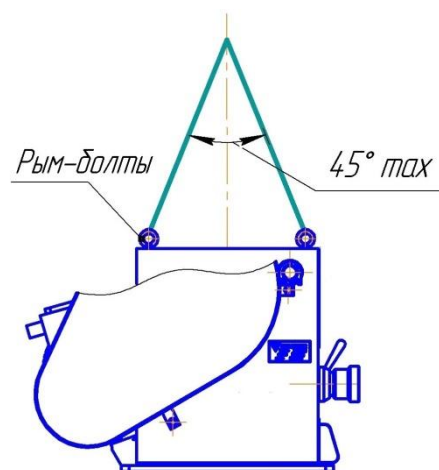
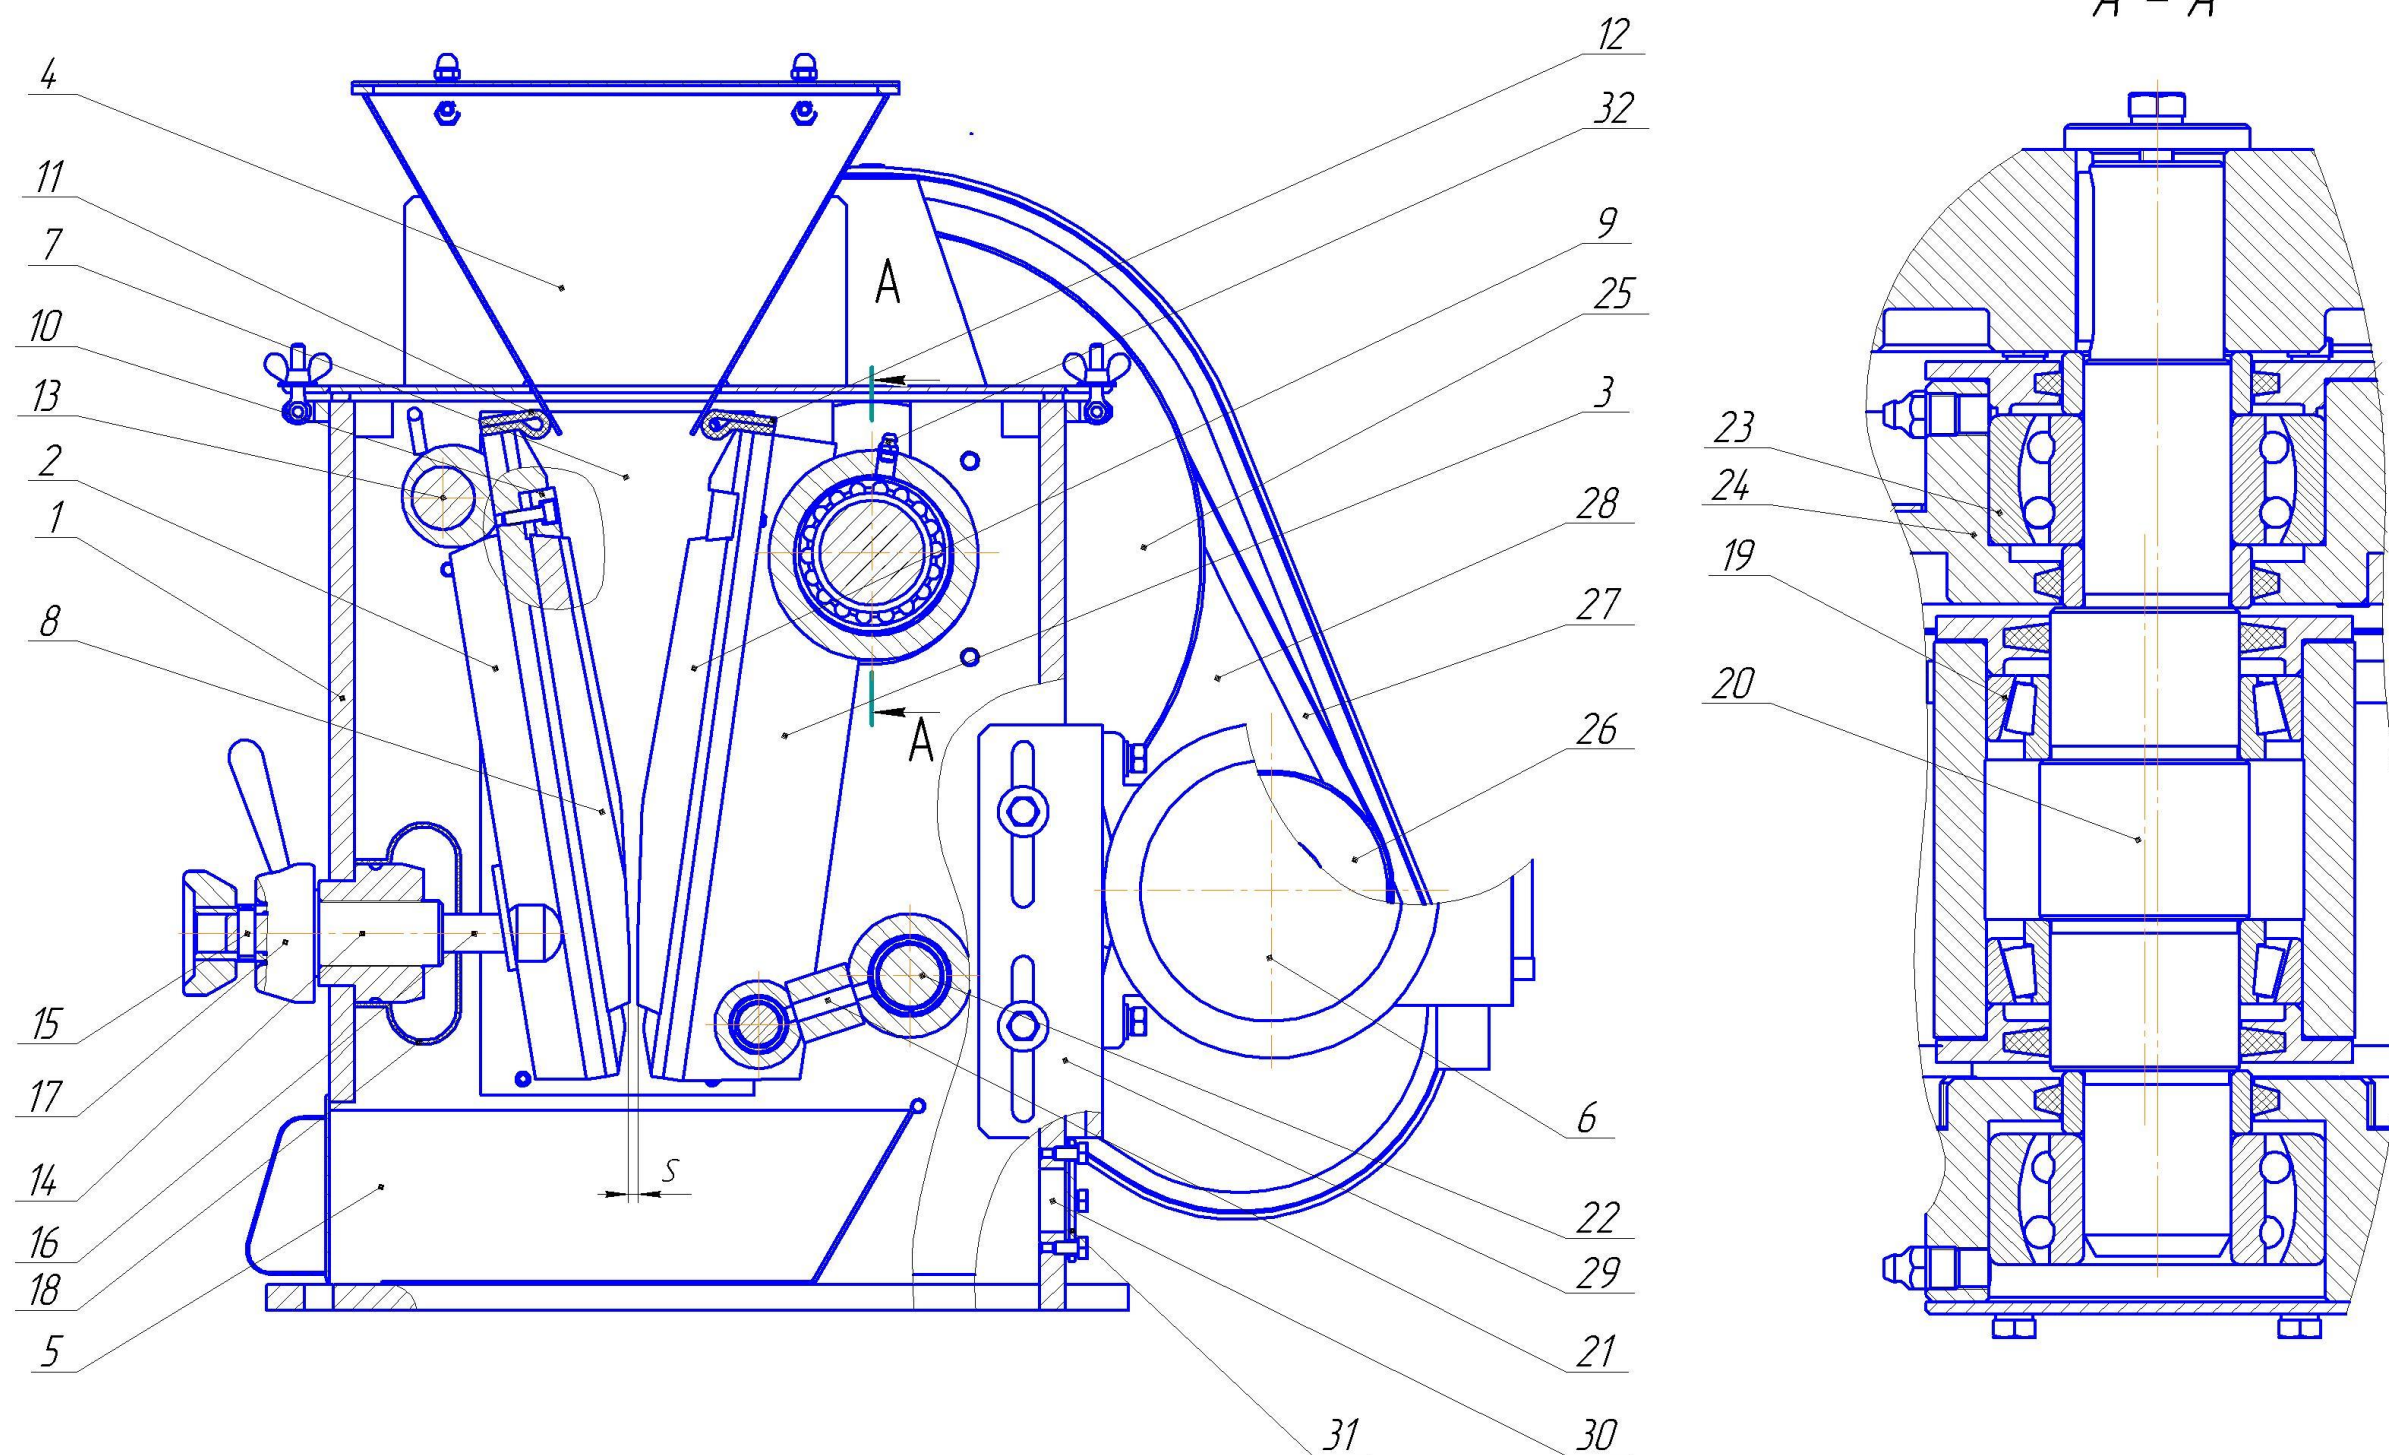

Рис.5 Схема строповки
Рис. 1 Общий вид щековой Дробилки ЩД 6
ВНИМАНИЕ! Строповку при погрузочно-разгрузочных работах осуществлять за рым-болты (Рис.5) Перед началом строповки вынуть приемную емкость 5 (Рис.1), снять загрузочный бункер 4. При погрузке в тару приемную емкость не вынимать.
2.5.6 Установите рым-болты (Рис.5) в резьбовые отверстия корпуса.
Заменить подшипники 23 (Рис. 1), для чего выполнить операции п.3.3.
Заменить подшипники 19 (Рис. 1), для чего выполнить операции п.3.4.
- снимите кожух 28 (рис. 1);